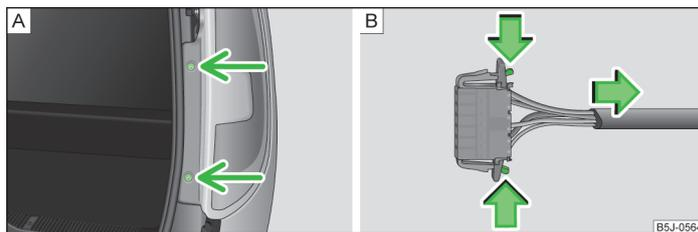

Fig. 165 Desmontar la luz posterior / desconectar el conector
- Desenroscar la luz » fig. 165 - [A].
- Desconectar el conector » fig. 165 - [B].